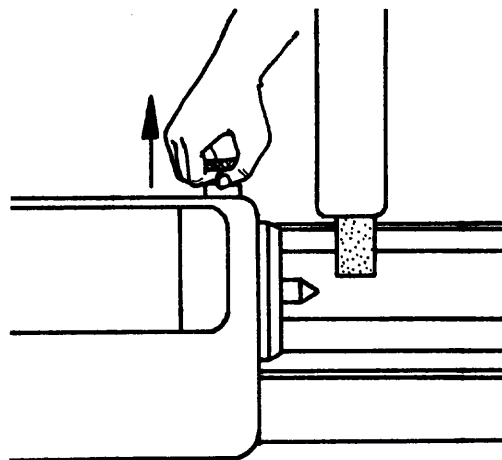

Fig. 2
- ___ b Desbloquee el husillo (fig.2).